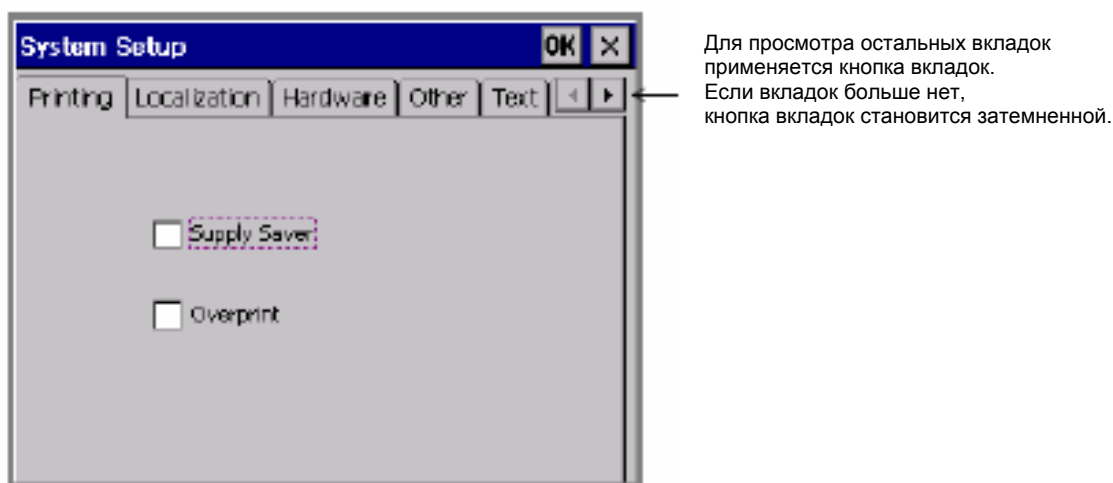

Рис. 5-1. Окно настройки системных установок
**Стрелки вкладок** служат для обозначения наличия или отсутствия дополнительных вкладок. Например, на рис. 5-1 **Стрелки вкладок** указывают на наличие дополнительных вкладок, которые будут отображены при нажатии правой кнопки вкладок, при этом, поскольку левая кнопка вкладок неактивна, в этой стороне дополнительных вкладок нет.
Окно вкладки **Printing** (Печать) приведено на рис. 5-1. В этой вкладке производится определение параметров по умолчанию для печати на данном принтере. Окно включает следующие опции: